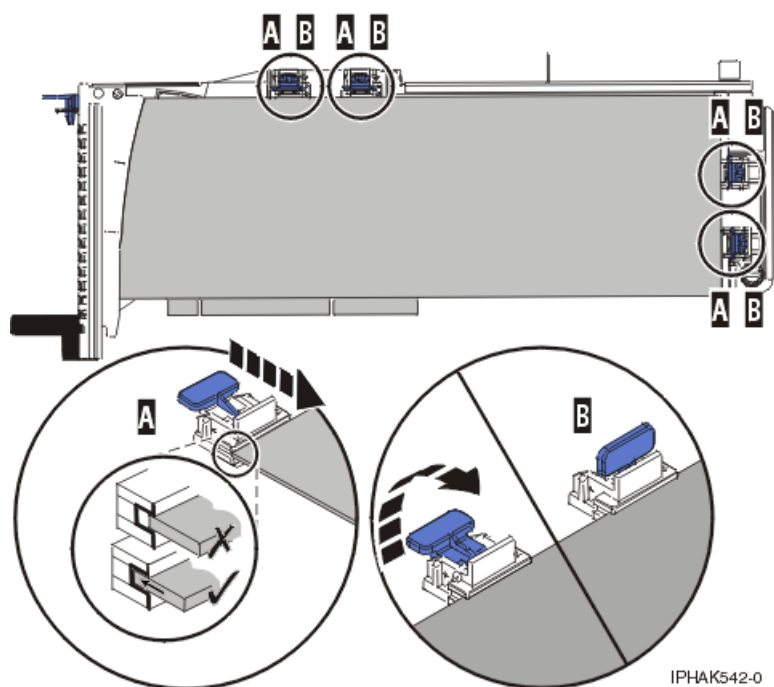

Figure 100. Carte longue dans la cassette de cartes PCI avec supports et stabilisateur en place
- d. Positionnez les crochets de retenue pour soutenir la carte, puis faites pivoter l'étrier de retenue (B) pour le verrouiller.
- 3) Placez et verrouillez les crochets de retenue **(B)**. Voir figure 100.